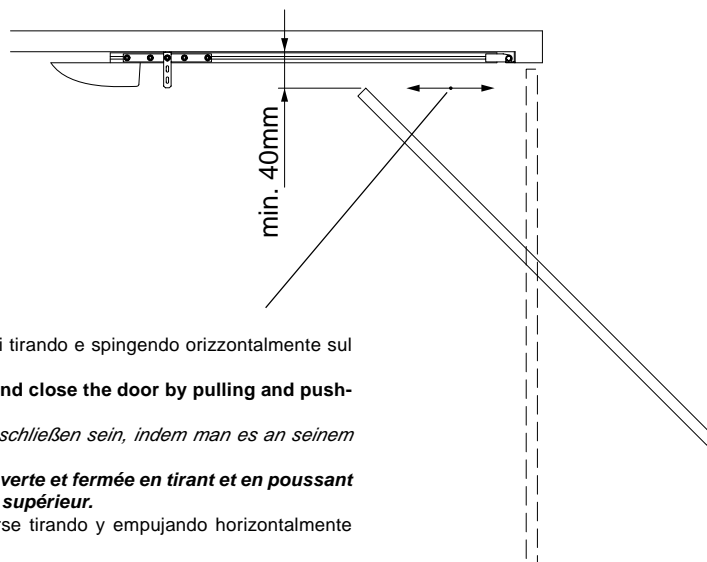

Fig.1
- la distanza tra il punto più alto della porta ed il soffitto deve essere almeno 40mm (fig.1);
- la porta deve potersi aprire e chiudere tirando e spingendo orizzontalmente sul suo bordo superiore (fig.1);
- the distance between the door highest point and the ceiling must be at least 40mm (fig. 1).
- it has to be possible to open and close the door by pulling and pushing horizontally its top edge (fig.1).
- Der Abstand zwischen der höchsten Stelle des Tores und der Decke muß wenigstens 40mm sein (Bild 1).
- das Tor muß zu öffnen und zu schließen sein, indem man es an seinem Oberrand zieht und schiebt (Bild 1).
- la distance entre le point le plus haut de la porte et le plafond devra être au minimum de 40mm (fig.1)
- la porte devra pouvoir être ouverte et fermée en tirant et en poussant horizontalement sur son bord supérieur (fig.1).
- la distancia entre el punto más alto de la puerta y el techo debe ser de al menos 40mm. (fig.1);
- la puerta deberá poder abrir o cerrarse tirando o empujando horizontalmente sobre el borde superior (fig.1);